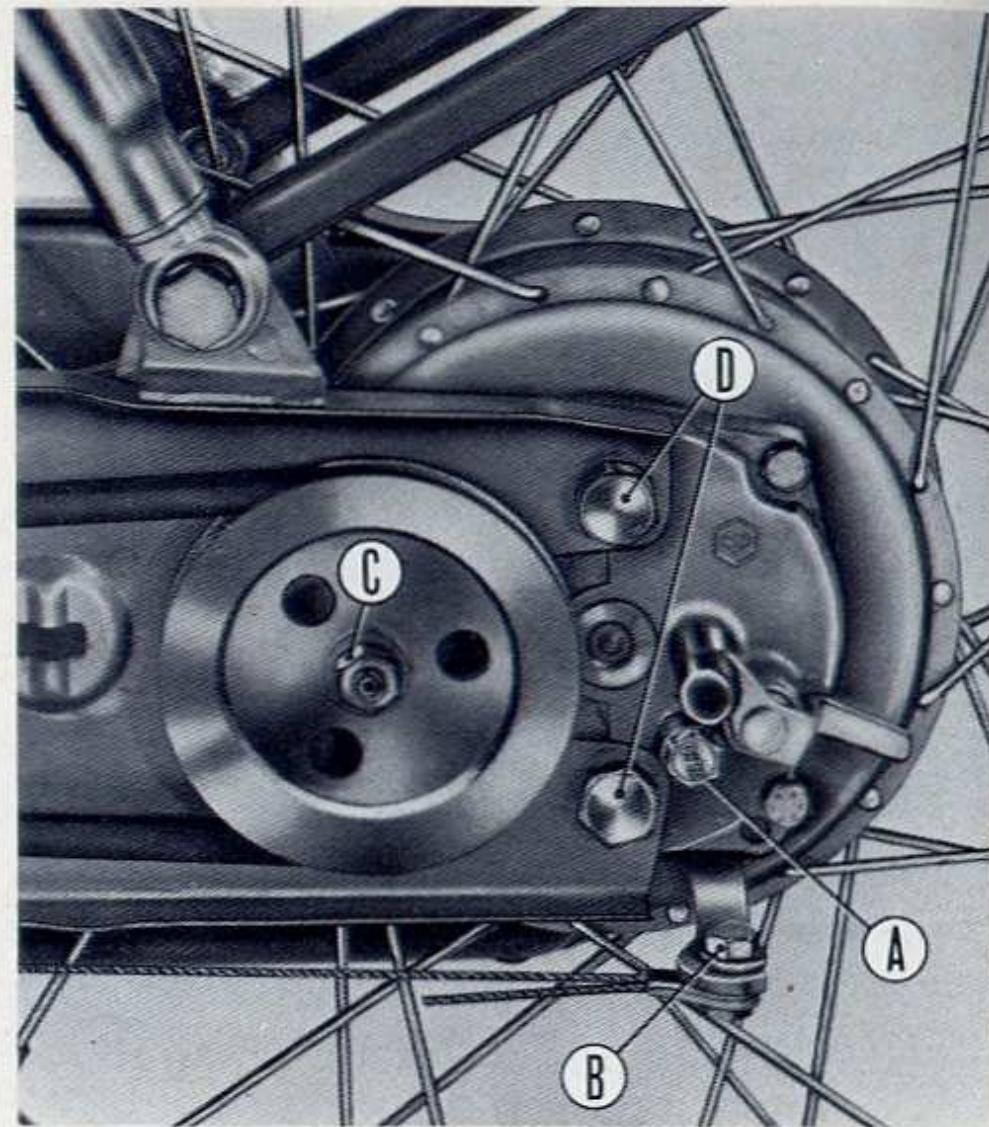

Fig. 18
For **dismantling the rear wheel** remove the lateral case covers (fig. 12), release the brake cable (fig. 18 « B »), and the chain from the pinion (on the opposite side as illustrated on the fig. 18) following the instruction of page 83; dismantle the rear pulley (nut « C » fig. 18) then remove the four securing
Pour la **roue arrière** les couvercles latéraux étant enlevés (fig. 12) débrancher le câble du frein (fig. 18 « B ») et la chaîne du pignon (sur le côté opposé à celui de la fig. 18) en suivant les instructions de page 83. Déposer la poulie arrière (écrou « C », fig. 18), enfin, enlever les 4 boulons
Para la **rueda trasera** desmontadas las protecciones laterales (fig. 12), soltar el cable del freno (fig. 18 « B ») y la cadena del piñón (en el lado opuesto al de la fig. 18) según las normas indicadas en la pág. 84 desmontar la polea posterior (tuerca « C » fig. 18) luego quitar los 4 tornillos de fijación
bolts (two are visible on fig. 18 « D »; the other two are on the opposite side).
de fixation (2 des boulons sont visibles sur la fig. 18 « D » - les autres 2 se trouvent sur le côté opposé).
(dos de ellos son visibles en la fig. 18 « D »; los otros dos se hallan en el lado opuesto de la figura).
**Every 8000 Km. (4800 mls).** Check oil level into the rear wheel hub (ESSO GEAR OIL CZ 85 W - 90; SHELL DENTAX 90; MOBILUBE C 90): see page 50 and fig. 18 and on telescopic front suspension (oil ESSOLUBE 20 W): see page 50 and fig. 2.
**Tous les 8000 Km.** - Vérifier l'huile dans le moyeu AR.: (ESSO GEAR OIL CZ 85 W - 90; SHELL DENTAX 90; MOBILUBE C 90) page 50, fig. 18, et dans la suspension télescopique AV. (huile ESSOLUBE 20 W): page 50, fig. 2.
**Cada 8000 Km.** Verificar el aceite en el carter trasero (ESSO GEAR OIL CZ 85 W - 90; SHELL DENTAX 90; MOBILUBE C 90): ver pág. 51 y fig. 18) y en la suspensión telescópica delantera (aceite ESSOLUBE 20 W ver pág. 51 y fig. 2).